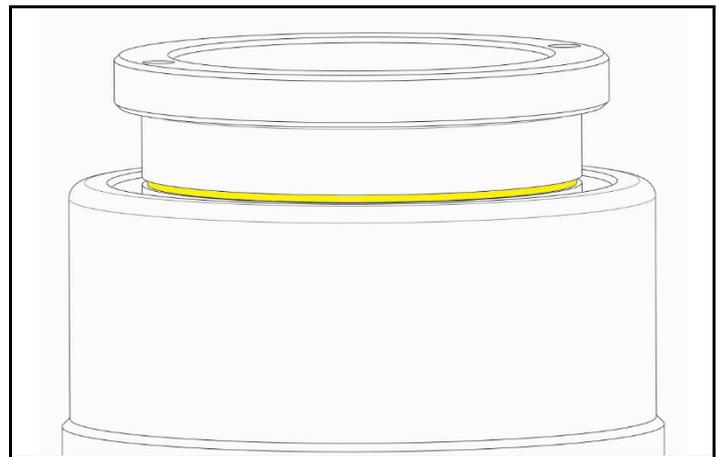

Fig. 2.1 Ranhura do indicador do pistão
**AVISO** Existe uma ranhura indicadora de cor amarela marcada em torno da parte superior do pistão que indica que o tensionador atingiu seu curso máximo. Se esta linha for visualizada, pare a bomba e não continue a pressurizar a(s) ferramenta(s). Será necessário apertar a(s) porca(s) e reair a(s) ferramenta(s) antes de continuar. (Fig. 2.1)